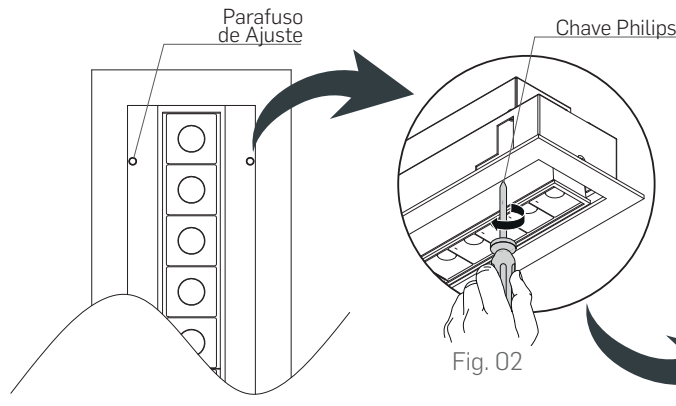

Fig. 02
2. Antes de fixar a peça ao nicho, ajuste as travas metálicas para largura do fôrro, usando uma chave Philips e girando os parafusos para aumentar ou diminuir o espaço, como ilustrado na Fig. 02;